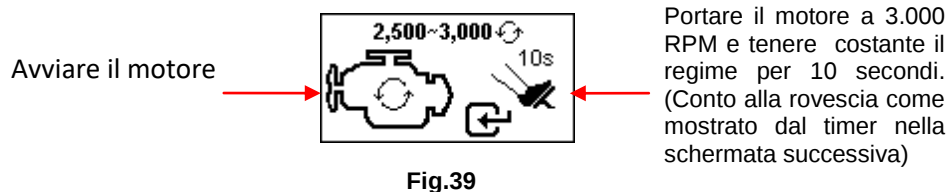

Fig.39
3. Dopo aver effettuato la selezione  , il display mostrerà la seguente schermata (Fig.39) utilizzando il tasto ►.